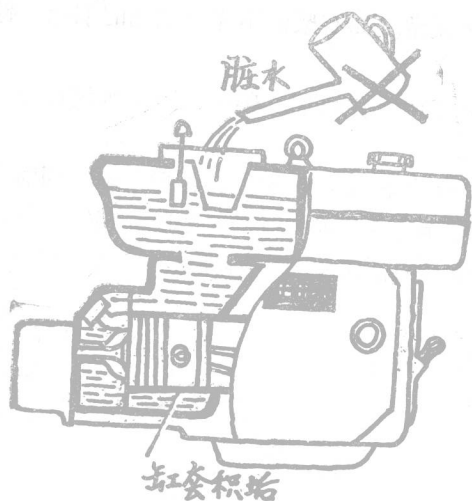

图10 使用不清洁冷却水引起的故障
(10)违反使用规定引起的故障。用好柴油机，要遵照厂家使用说明，否则也会引起故障。例如，规定要用清洁软水作为冷却水。平时若不注意，经常用含泥沙水添加，结果使缸套积垢，水道堵塞，引起柴油机经常过热的故障（见图10）。